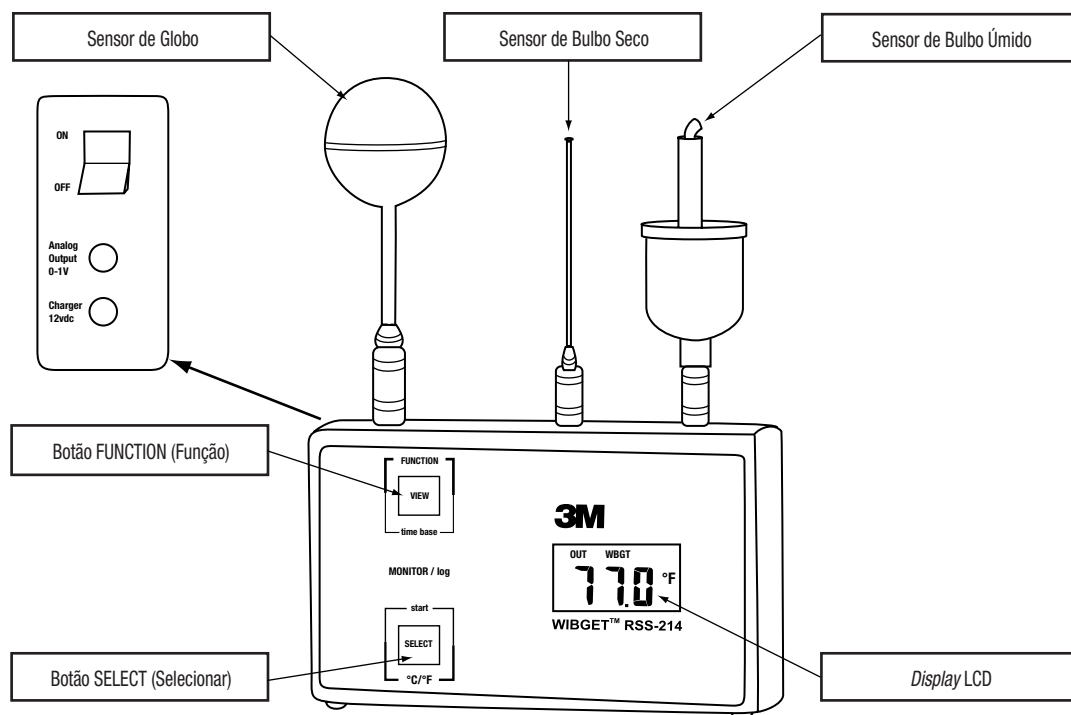

Fig. 1
Os componentes do monitor WIBGET estão montados em uma caixa de plástico medindo 9,5 cm de Alt. (3,75 pol.) x 15,8 cm de Larg. (6,2 pol.) x 4,5 cm de Prof. (1,75 pol.) (Fig. 1). Na parte frontal da unidade estão localizados o *display* (LCD) e os botões *FUNCTION* (FUNÇÃO) e *SELECT* (SELECIONAR). No lado esquerdo da unidade encontra-se o interruptor *On/Off* (Liga/Desliga), a saída analógica e as tomadas do carregador. Na parte superior da unidade encontram-se os pinos conectores para os sensores de Globo (GT), de Bulbo Seco (DB), e de Bulbo Úmido (WB). Na parte traseira da unidade há uma etiqueta contendo a informação sobre segurança intrínseca e o número de série.